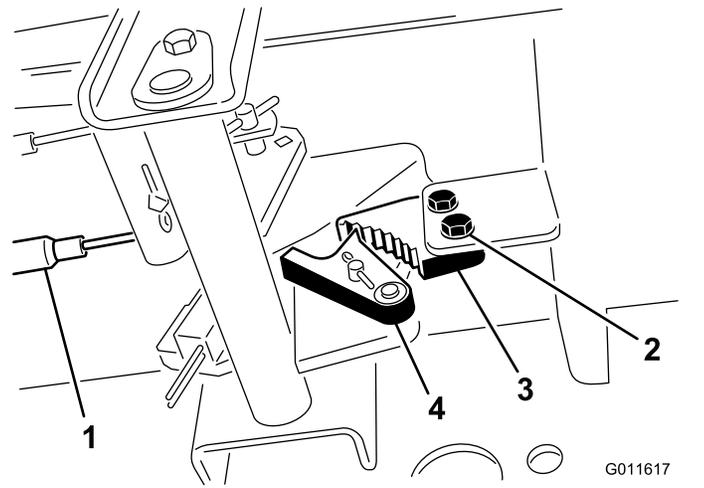

Figure 140
2. Desserrez les 2 vis qui fixent le cliquet du frein de stationnement au cadre (Figure 140).
2. Vis (2) 4. Verrou de frein
3. Appuyez sur l'avant de la pédale du frein de stationnement jusqu'à ce que le verrou s'engage complètement sur le cliquet du frein (Figure 140).